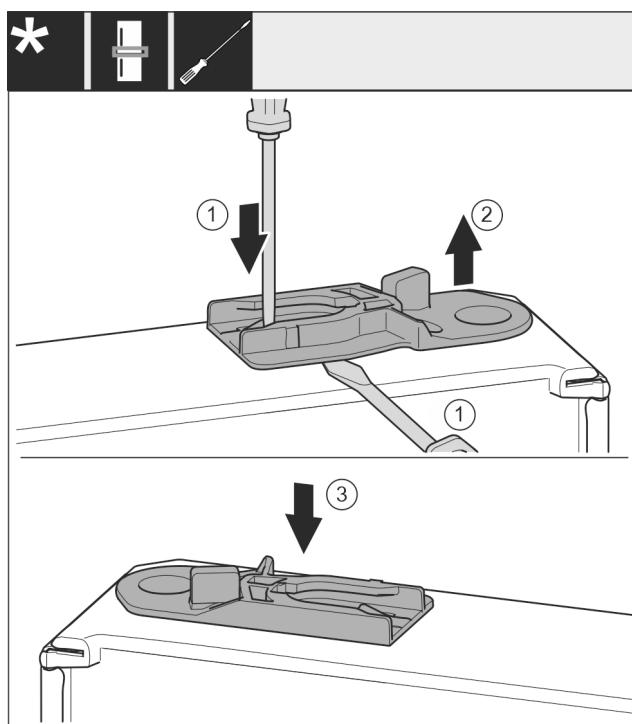

Fig. 38 *
- Führungsbuchse herausziehen: Lasche mit Schlitzschraubendreher drücken und gleichzeitig mit Schlitzschraubendreher unter Führungsbuchse fahren. Fig. 38 (1, 2)*
- Im Lieferumfang beiliegende Führungsbuchse auf anderer Gehäuseseite einschieben. Fig. 38 (3)*